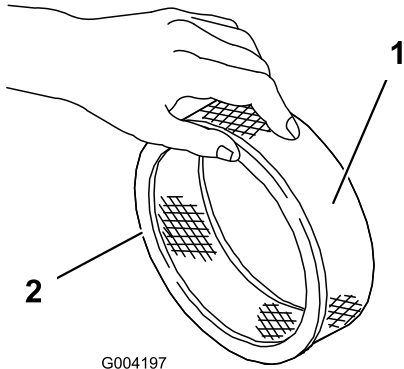

图45
5. 检查纸质过滤器是否存在破裂、油性薄膜和橡胶封条损坏 (图45)。
1. 小心将泡沫预滤器滑到纸质过滤器上 (图45)。